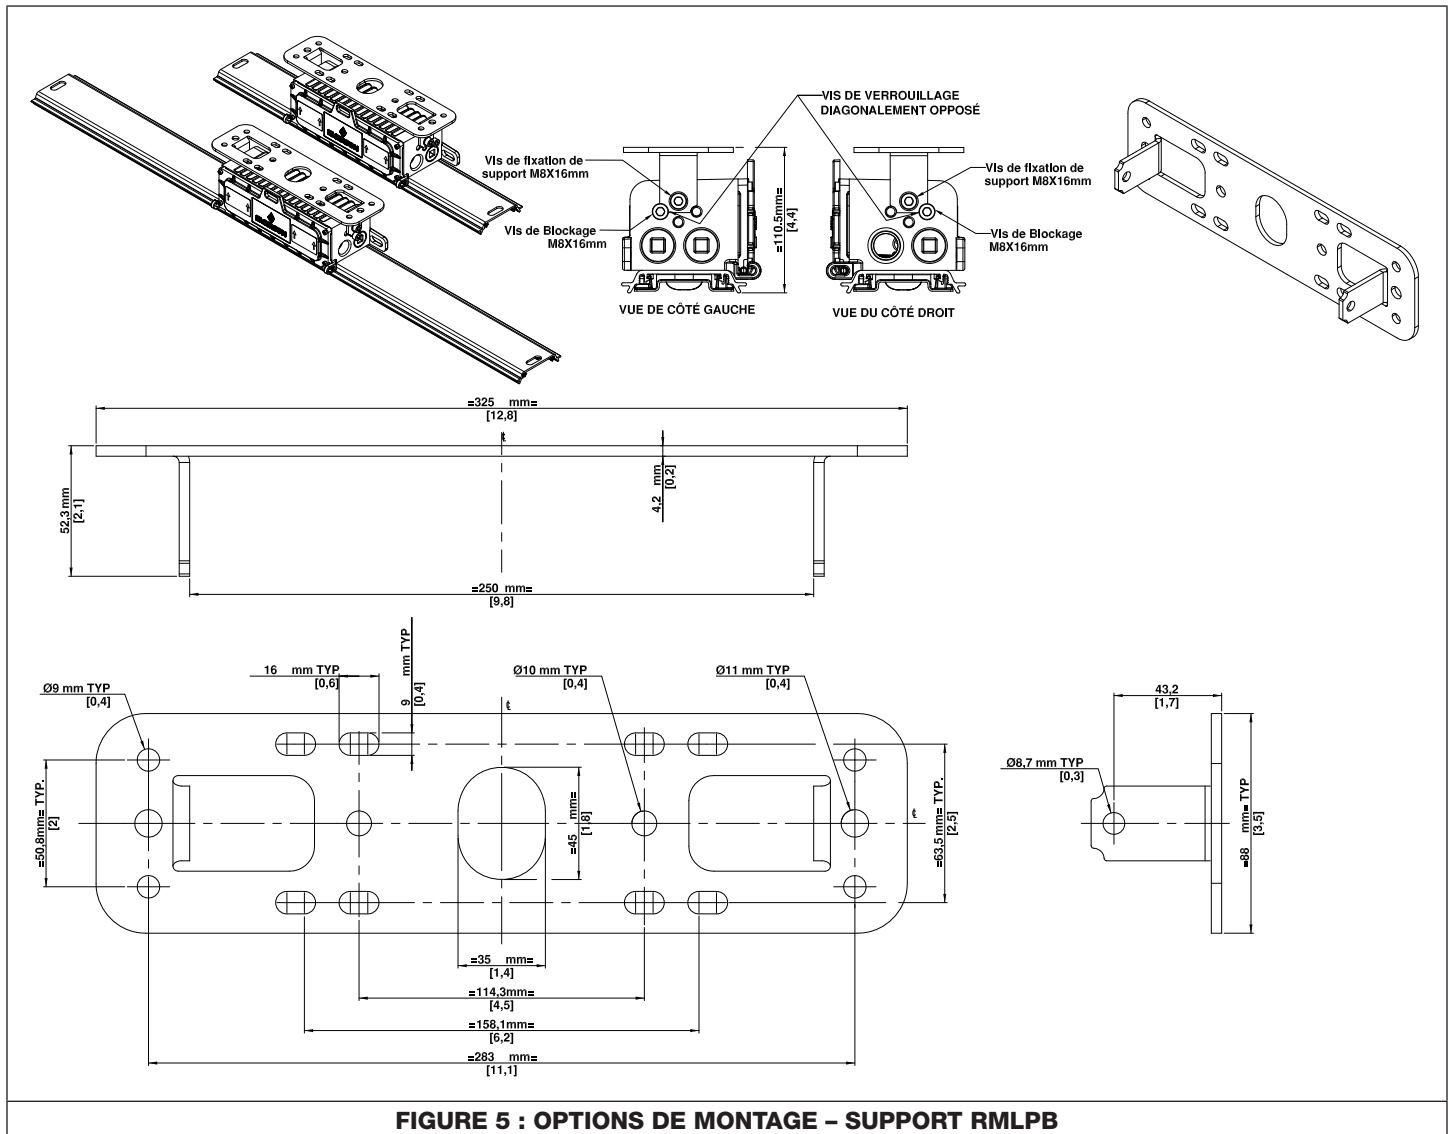

FIGURE 5 : OPTIONS DE MONTAGE – SUPPORT RMLPB
2. Montez le luminaire avec le support sur une surface plane à l'aide du matériel fourni par l'utilisateur. Voir la Figure 5 pour l'emplacement des trous de montage.
3. Serrez les vis pour fixer le luminaire avec un couple de serrage de 15 N.m (133 Lb.in). Les vis de verrouillage doivent être appliquées de manière à être diagonalement opposées les unes des autres. Voir la Figure.5